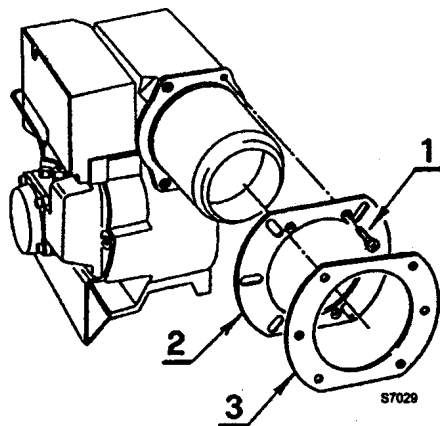

Рис. 3
Отвинтите 4 винта (1), наденьте фланец (2), снова завинтите винты (1). Вставьте теплоизолирующий экран (3) (при необходимости расширьте отверстия как показано на рисунке 2) и закрепите горелку на котле. (Смотри рисунок 3).